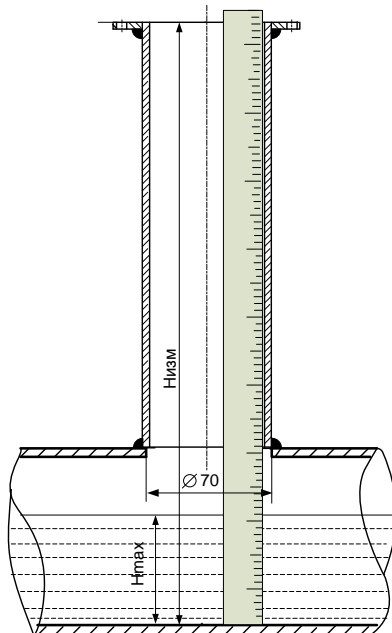

Рис.2
3. Монтаж МК на трубопроводе (Рис. 2)